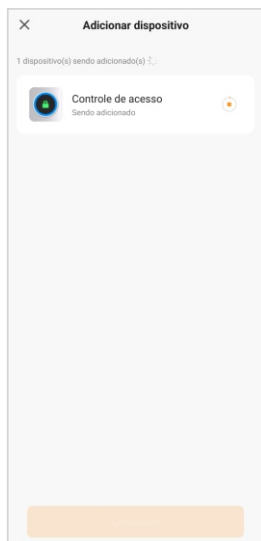

Figura 9
6. En la siguiente pantalla (figura 9), espere a que su smartphone se comunice con la cerradura y haga el vínculo de este dispositivo a su cuenta.